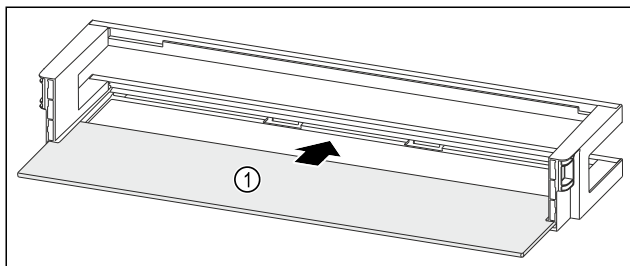

Fig. 87 Dveřní přihrádka s odkládací plochou
- Odkládací plochu Fig. 87 (1) zasuňte do bočních vybrání.